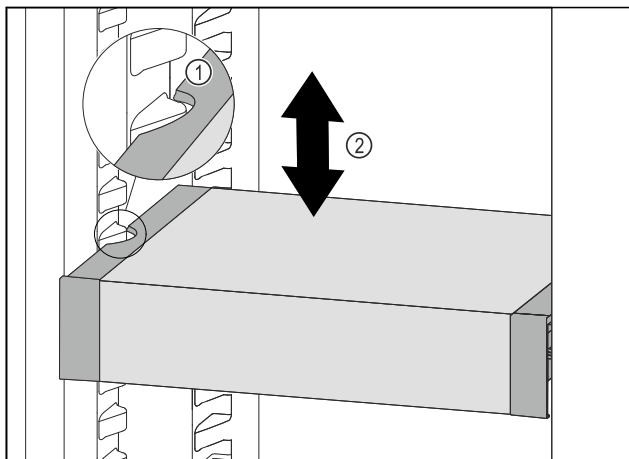

Fig. 131
- Táhněte VarioSafe dopředu, dokud nebudou boční vybrání VarioSafe na úrovni žebrování na nádoby v chladničce. Fig. 131 (1)
- Posouvejte VarioSafe v chladničce nahoru nebo dolů, dokud nedosáhnete požadované výšky. Fig. 131 (2)